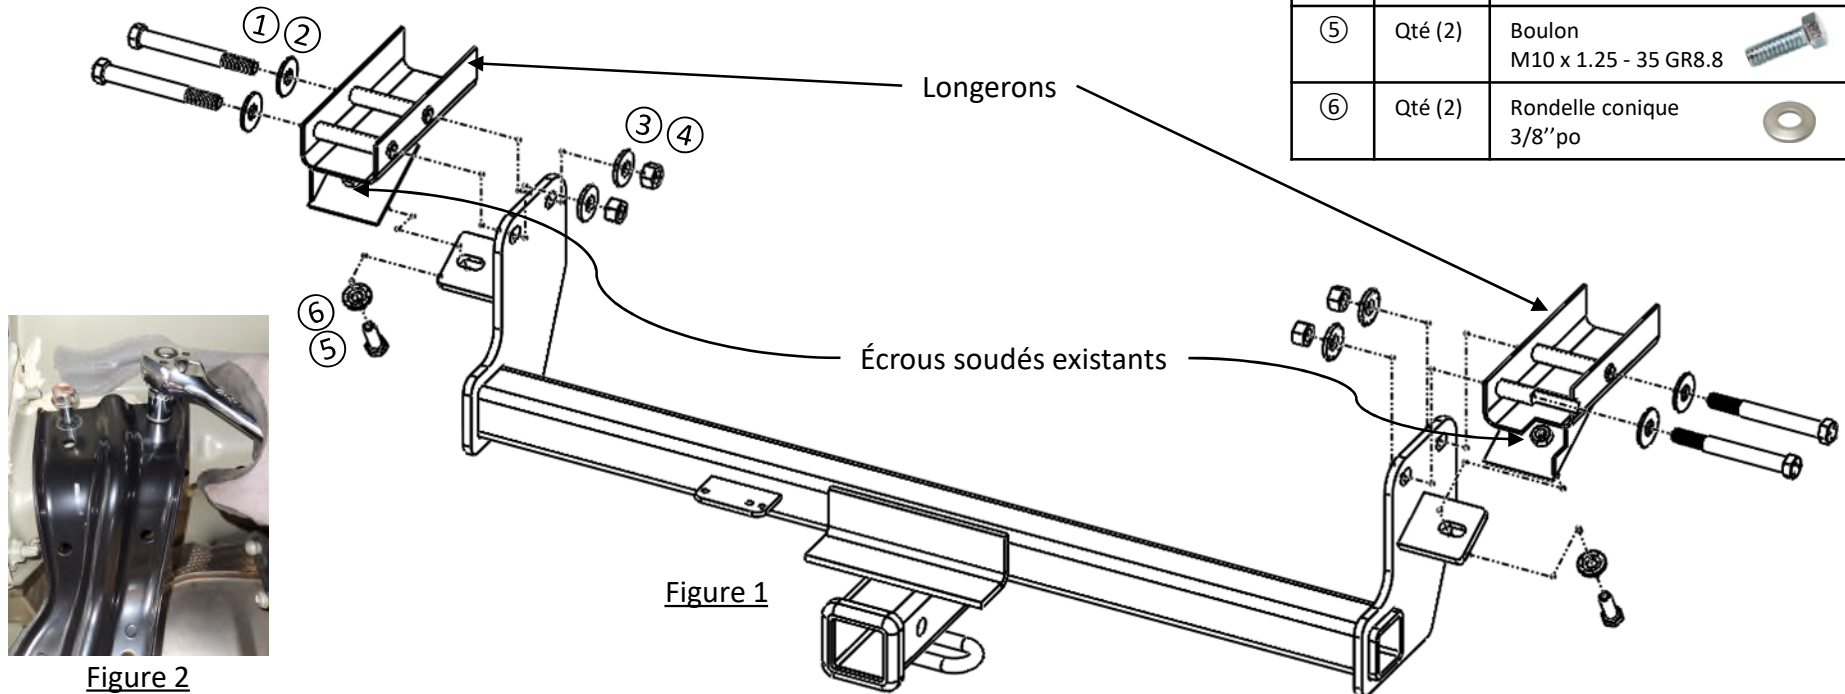

Figure 2
- 1. Remove tie down bracket:** Using 14mm socket, remove (2) bolts from tie down bracket on rear passenger side of vehicle, as shown in **Figure 2**. Return bolts and bracket to vehicle owner.
- 1. Retirer le support d'arrimage : À l'aide d'une douille 14 mm, retirer deux (2) boulons du support d'arrimage du côté passager arrière du véhicule, comme illustré à la Figure 2.**
1. Retirer le support d'arrimage : À l'aide d'une douille 14 mm, retirer deux (2) boulons du support d'arrimage du côté passager arrière du véhicule, comme illustré à la **Figure 2**. Remettre les boulons et les supports au propriétaire du véhicule.